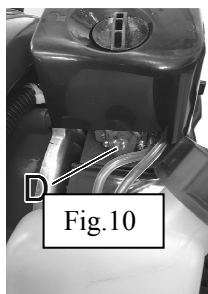

Fig.10
2. Pomper le carburant en appuyant 10 fois sur le bouton de pompage d'amorçage (D). (Fig.10).